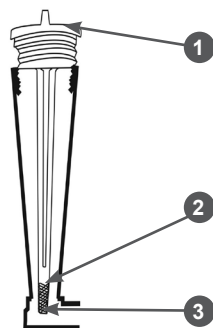

Рис. 13 Уровень масла в картере двигателя
4. Подождите примерно 1 минуту, после чего установите крышку-щуп в отверстие горловины, не закручивая её (Рис. 13).
4. Аккуратно извлеките щуп и осмотрите его. Уровень масла должен соответствовать верхней отметке на щупе (Рис. 13).
При недостаточном уровне масла в картере необходимо долить чистое масло до верхней отметки на щупе (Рис. 13).